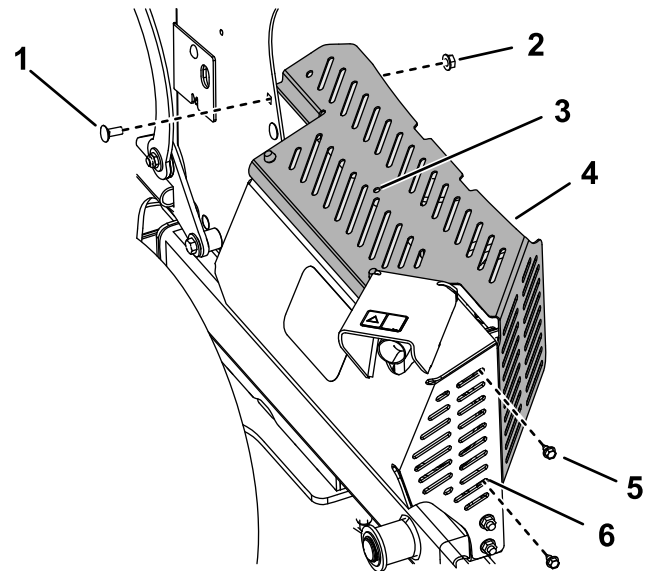

Figura 10
4. Instale **provisionalmente** el protector térmico sobre el protector del silenciador, con las pestañas dentro del protector del silenciador y de la torre de la consola, usando los 2 pernos autorroscantes ( $\frac{1}{4}$ " x  $\frac{1}{2}$ " ), y el perno de cuello cuadrado y la tuerca que retiró anteriormente (Figura 10).
5. Perno autorroscante –  $\frac{1}{4}$ " x  $\frac{1}{2}$ " (2)
- Usando el taladro central del protector térmico como guía, perforo un taladro ( $7/32$ " ) en el protector del silenciador (Figura 10).